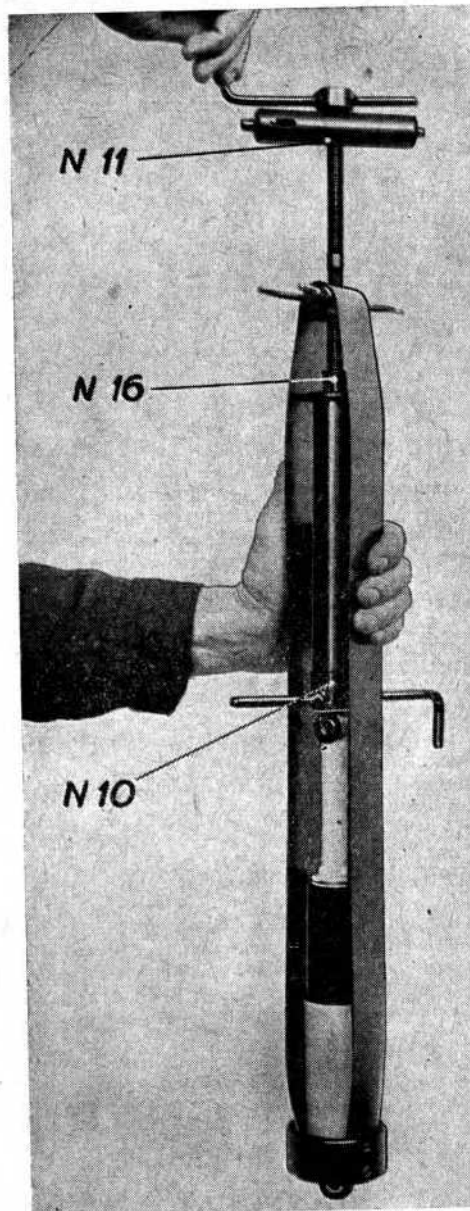

Рис. 13
Съемник Н 11 (рис. 13) приспособить для демонтажа и монтажа задних телескопических амортизаторов с применением следующего инструмента:
Этот инструмент вложить в съемник 11 согласно рис. 13. В подготовленный съемник Н 11 вложить телескопический амортизатор и сжать его так, чтобы возможно было вынуть из подвеса телескопа (85) штифт (82). В сжатом состоянии вложить во фрезерованные поверхности тяги (97) ключ № 7, так, как тем самым фиксируется тяга перед вращением. После того можно вывернуть подвес.